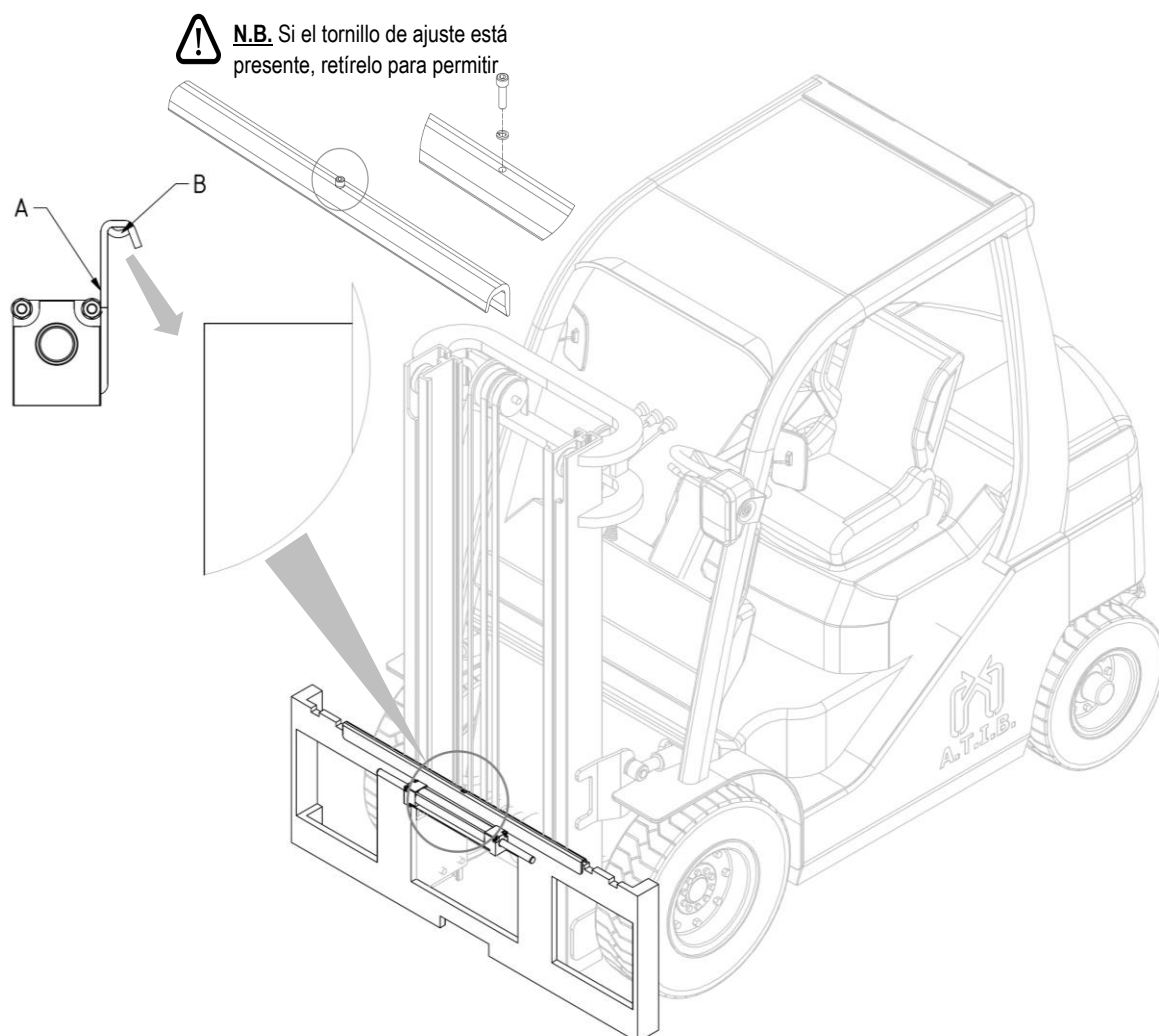

Figura 13
4. Tomar manualmente el doble gancho **A** (con el correspondiente cilindro) y posicionarlo sobre el perfil superior de la placa porta horquillas, cuidando de encajar el pivote de centrado **B** en la muesca central del mismo. (mira *Figura 13*).